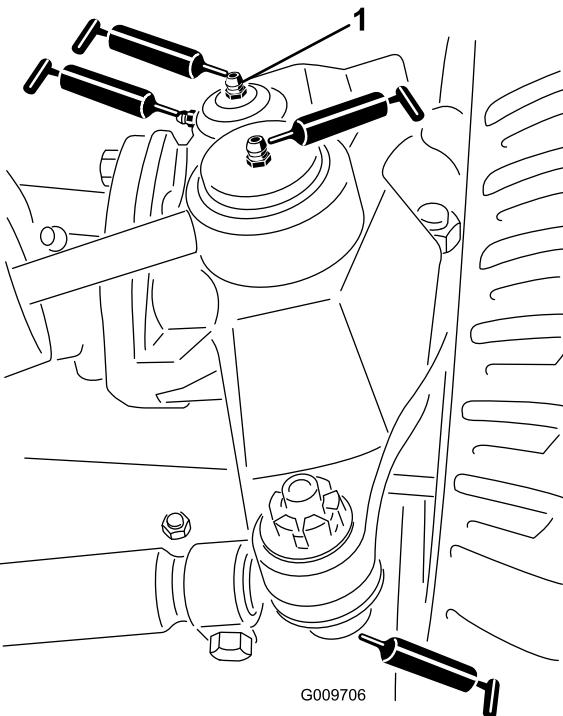

Рисунок 43
- Шаровые опоры стяжной тяги (2 шт.) (Рисунок 43)
- Втулки поворотных шкворней (2 шт.) (Рисунок 43). **Верхнюю масленку на поворотном шкворне следует смазывать только раз в год (2 хода насоса).**